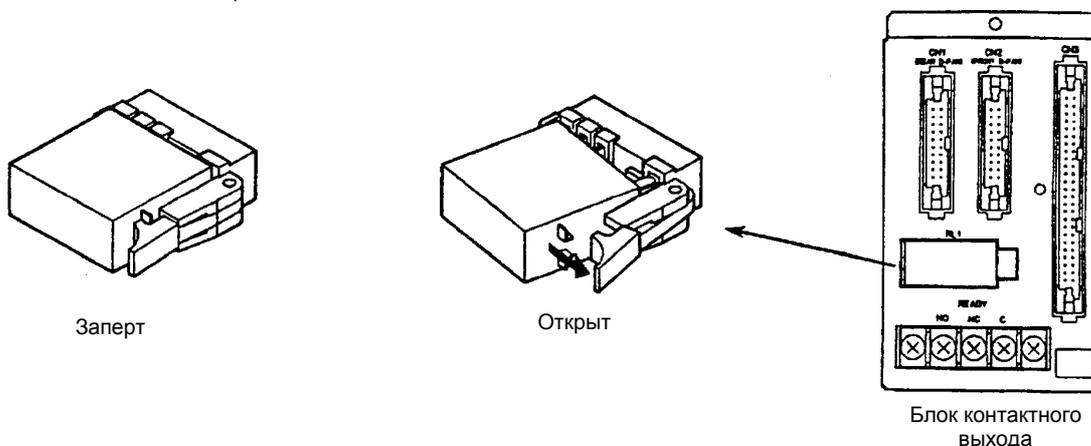

Рисунок 6.13 Замена реле
- ① Если реле установлено правильно (в нужное положение), то зажим рукоятки, выступающий из гнезда, и стопор крышки, заперты, чтобы сохранить реле от разбалтывания во время работы (левый рисунок 6.13).
- ② Слегка наклоните рукоятку вправо. Левый конец рукоятки наклонится примерно на 5 мм вправо, при этом правый край реле поднимется над гнездом под действием рычага рукоятки (центральный рисунок 6.13)
- ③ Потяните рукой крышку реле вперед, чтобы высвободить ее из гнезда.
- ④ Для установки нового реле, вставьте его поглубже в гнездо в вертикальное положение при наклоненной вправо рукоятке. Зажим рукоятки и крышка стопора закроются со щелчком.